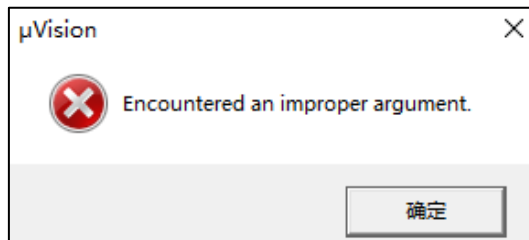

图 2.3.1 仿真结束时报错！
1. 由于 MDK5.23 以后对中文支持不是很好，具体现象是：在仿真的时候，当有断点未清除时点击  结束仿真，会出现如图 2.3.1 所示的报错：